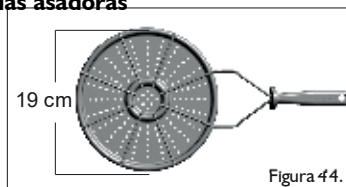

Figura 44.
- Para asar arepas, le recomendamos el uso de la parrilla asadora Haceb, ya que su diámetro (19 cm) y su acabado, es el óptimo para esta labor. (Figura 44)